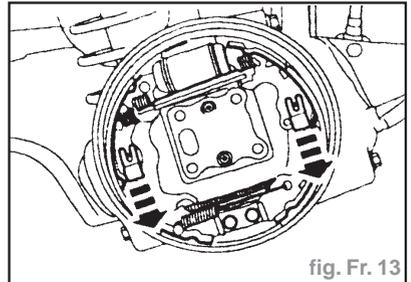

fig. Fr. 13
- Déposer les goupilles (fig. Fr. 13).
- Poser les ressorts de maintien et les goupilles (fig. Fr. 13).